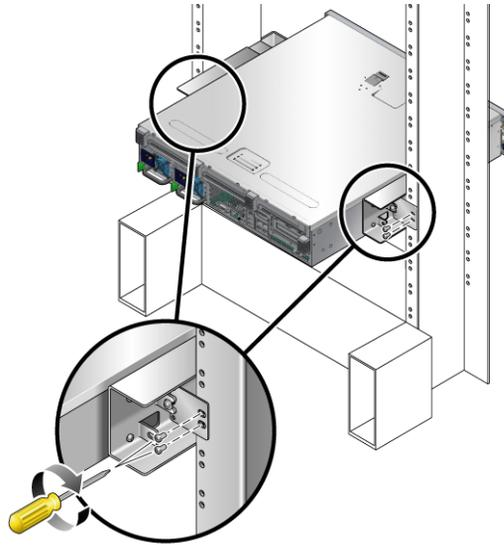

ABBILDUNG 4-7 Befestigen der Rückplatte an der Rückseite der Stütze
- d. Befestigen Sie die andere Seite der Rückplatte mit zwei Schrauben an der Rückseite der Stütze (ABBILDUNG 4-7).